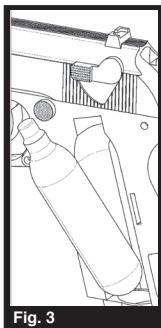

Fig. 3
- Placez la bouteille de CO₂ dans la crosse, en insérant la partie inférieure en premier, la partie supérieure plus étroite de la bouteille pointant vers le haut en direction de la glissière (Fig. 3).